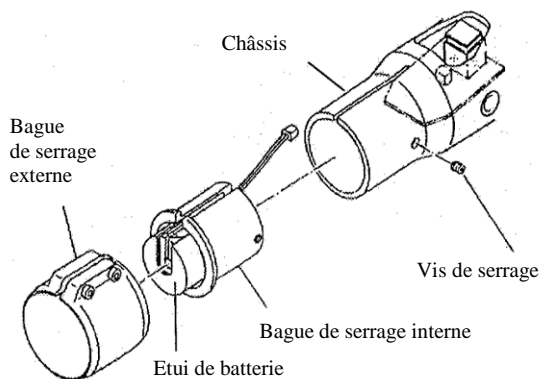

figure 8 :
3. Retirer du châssis la bague de serrage externe, puis la vis de serrage, puis sortir en même temps la bague de serrage interne et l'étui de batterie (figure 8).
Assurez-vous que le connecteur de batterie se trouve bien sur la face avant du circuit imprimé (figure 8).